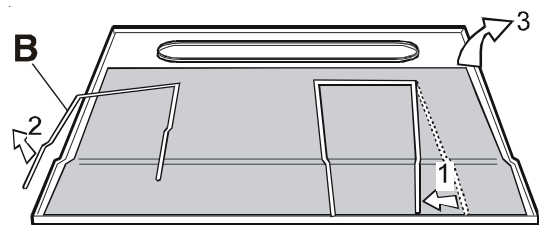

Рис. 12
- Снимите фиксаторы В (рис. 12).